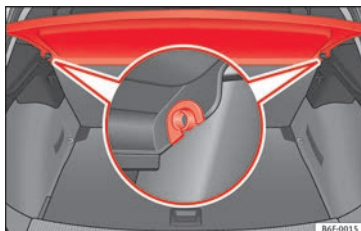

Fig. 166 Nel bagagliaio: smontare e montare il ripiano.
- Togliere il pianale dai supporti laterali » **fig. 166** tirandolo verso l'alto ed estrarlo.
- Inserire la copertura in modo orizzontale facendo coincidere la “mezzaluna” sull'asse dei supporti » **fig. 166** e premendo verso il basso fino a far scattare l'innesto.